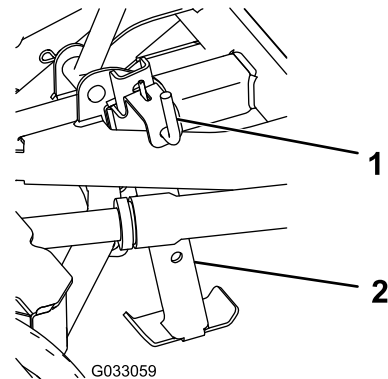

Figura 5
2. Tire del cerrojo con muelle de la pata de apoyo e inserte la pata de apoyo en el soporte de montaje, luego suelte el cerrojo con muelle para bloquear la pata de apoyo en la posición de bajada (Figura 5).